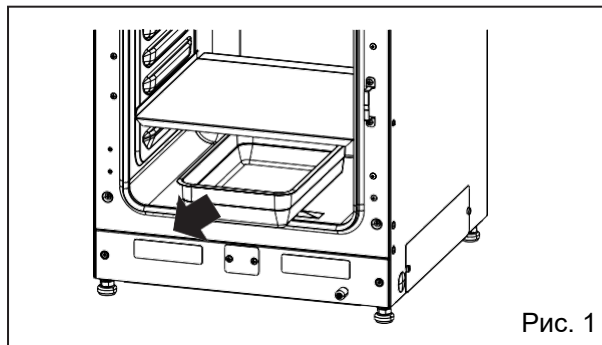

Рис. 1
Примечание: При установке вентилятора надежно прикрепите его к валу двигателя. Слегка поверните вентилятор вручную, чтобы убедиться, что он не касается задней стенки, и слегка потяните вентилятор, чтобы убедиться, что он надежно закреплен (рис. 1).
1. Вытяните увлажнительный поддон (Рис. 1).